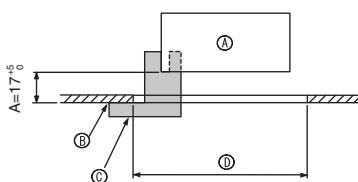

Fig. 9-2
① Dimensiones de la rejilla	1	950 x 950 (mm)
② Tornillo con arandela cautiva	4	M5 x 0,8 x 25
③ Plantilla	1	(Dividido en cuatro partes)
④ Remache	3
⑤ Tornillo	4	4 x 8
⑥ Tornillo	1	4 x 12
⑦ Controlador remoto inalámbrico	1	para PLP-6BALM
⑧ Controlador remoto cableado	1	para PLP-6BAMD
9.2. Preparación para conectar la rejilla (Fig. 9-2)
- Con la plantilla ③ que se suministra con este equipo, ajuste y compruebe la posición de la unidad en el techo. Si la unidad no está colocada en el techo de forma adecuada, podrían producirse escapes de aire o generarse una condensación.